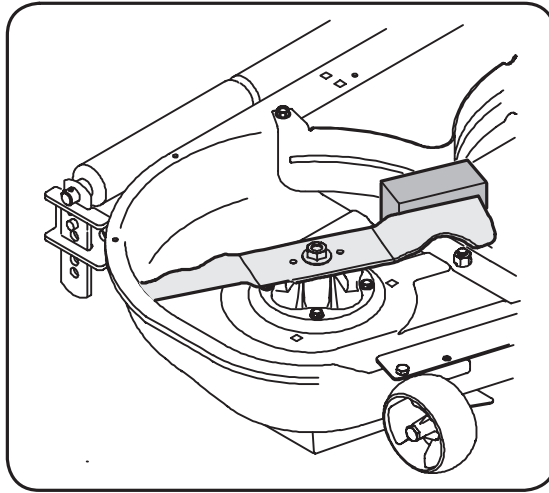

Figure 6-7
2. Placez une cale de bois entre le déflecteur au milieu du plateau et la lame. Voir la Figure 6-7.
3. Retirer l'écrou à bride à six pans qui maintient la lame. Voir la Figure 6-7.